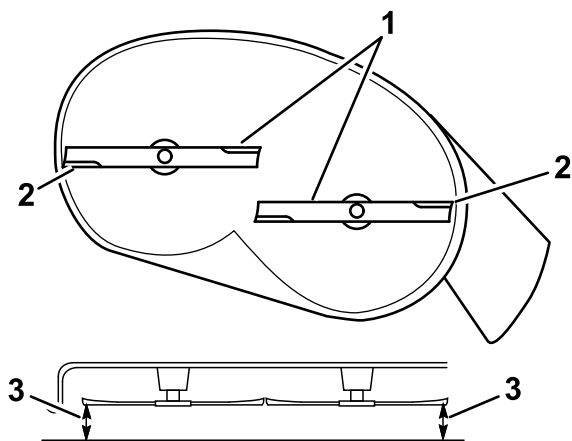

Figura 68
- Meça entre as extremidades de corte exteriores e a superfície plana (Figura 68).